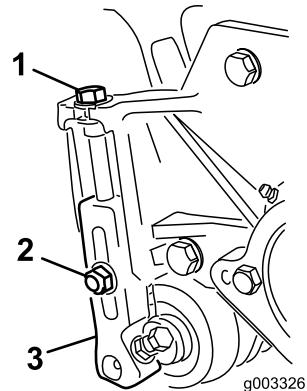

Figure 11
- Desserrez les contre-écrous qui fixent les supports de hauteur de coupe aux plaques latérales du plateau de coupe (Figure 11).